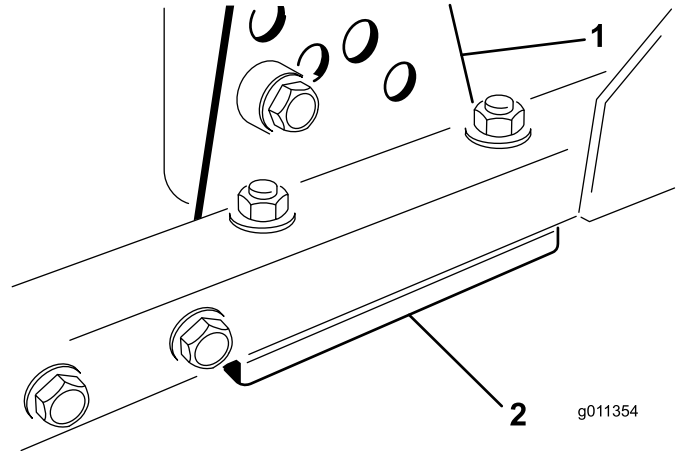

图 74
1. 从刀盘架上拆除剪草高度支架前、左或右 (图 74)。
2. 在刀盘架与剪草高度支架之间增、减 1.5mm 薄垫片和/或 0.7mm 薄垫片以达到所需的高度设置图 74。